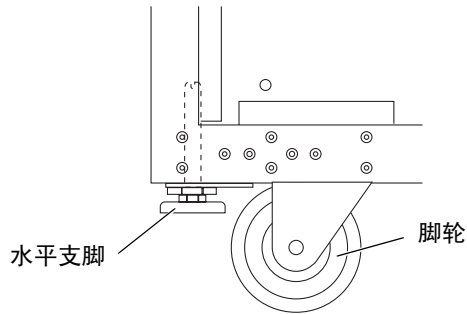

图 4-1 缩回水平支脚
7. 升起水平支脚，确保各支脚均完全缩回机柜框架中（图 4-1）。